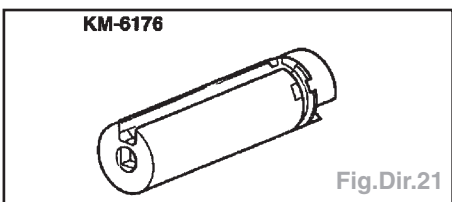

Fig.Dir.21
- Outil nécessaire (Fig.Dir.21) :